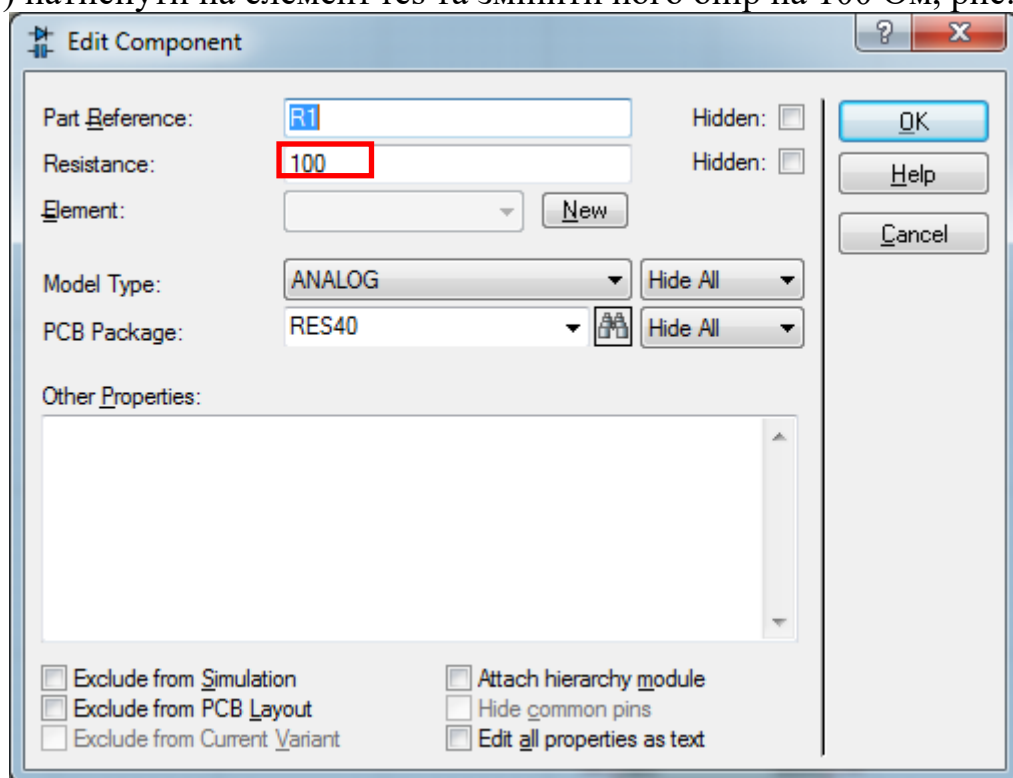

Рис. 6
10) натиснути на елемент res та змінити його опір на 100 Ом, рис. 6;
11) натиснути на елемент POWER та ввести в поле String +3.3V, рис. 6;